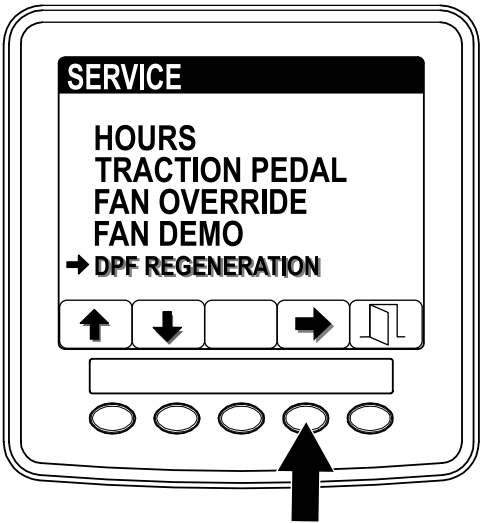

Figure 35
1. Dans le menu Entretien, appuyez sur le bouton 1 ou 2 pour naviguer jusqu'à l'option DPF REGENERATION (régénération du FAP) (Figure 35).
2. Appuyez sur le bouton 4 pour sélectionner l'option DPF Regeneration (Figure 35)